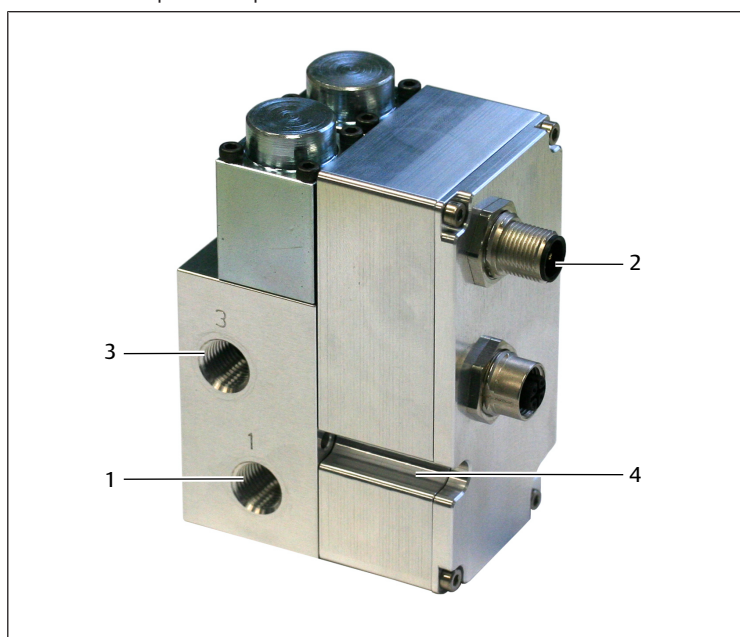

Fig. 1: Raccordement pneumatique
- ▶ Insérer et serrer une vis dans le trou lisse du boîtier. Voir → Fig. 1. Couple de serrage : 25 Nm max.